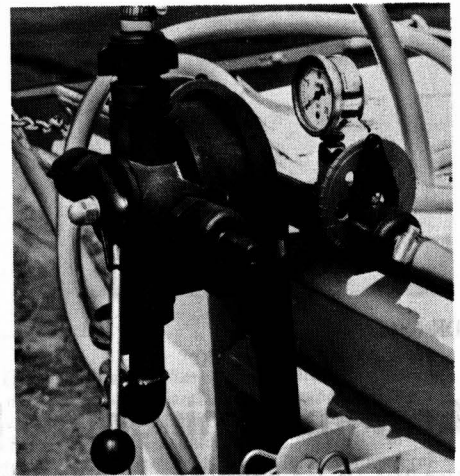

Bild 7.
**Regelung mit Blendscheibe** Bild 7 zeigt eine Stufenregelung mittels einer Blendscheibe. Die Geschwindigkeitsanpassung ist bei Stufenblenden nicht immer genau möglich. (Evrard, Beaurainville/Frankreich)